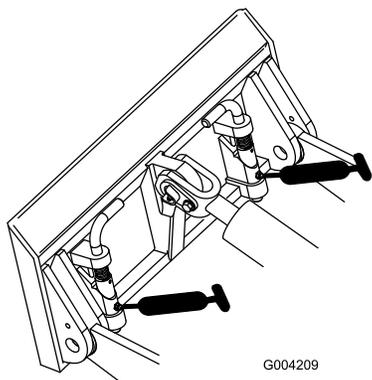

Рисунок 21
4. Присоедините к каждой масленке шприц для нагнетания консистентной смазки (Рисунок 20 и Рисунок 21).